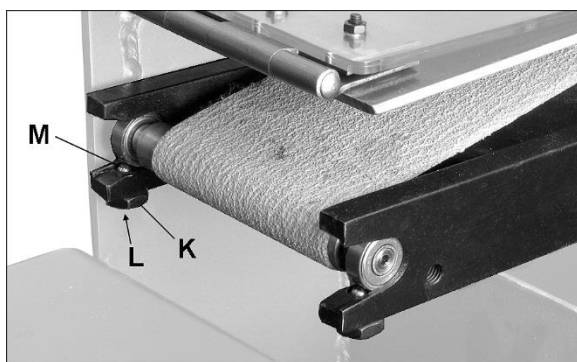

Abb. 8
- Die Sechskantmuttern (K, Abb. 8) lösen und die Stellschrauben (L) drehen, um die Stahlkugeln (M) abzusenken.
- Die Kugeln (M) durch Drehen der Stellschrauben (L) hochheben, die Sechskantmuttern (K) festziehen, und das Band spannen.